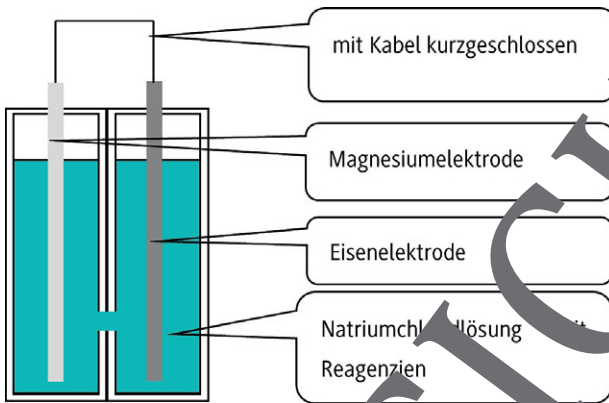

Abb. 1: Aufbau der Elektrolysezelle zum kathodischen Korrosionsschutz mit Opferanoden
- Die Zelle wird laut Skizze (siehe Abbildung 1) aufgebaut. Beide Elektroden müssen unbedingt blank sein!